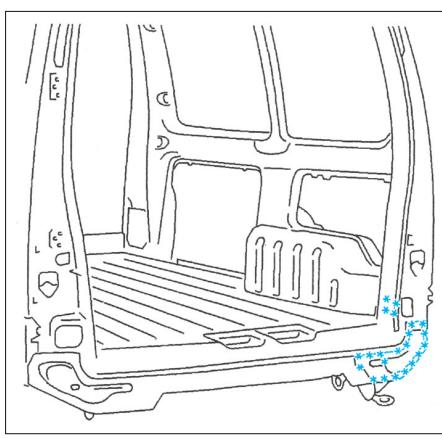

FIG. 127
- Dégrafer les points de soudure électrique à l'aide d'une fraise Ø 8 mm (Fig.127).